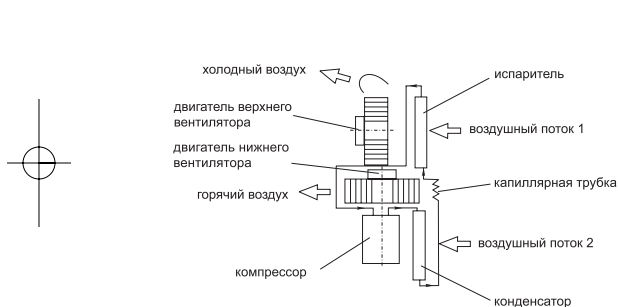

Рис. 2.2
2.2.1 Схема охлаждения воздуха в кондиционере GPCN12A2NK3CA (рис. 2.2)